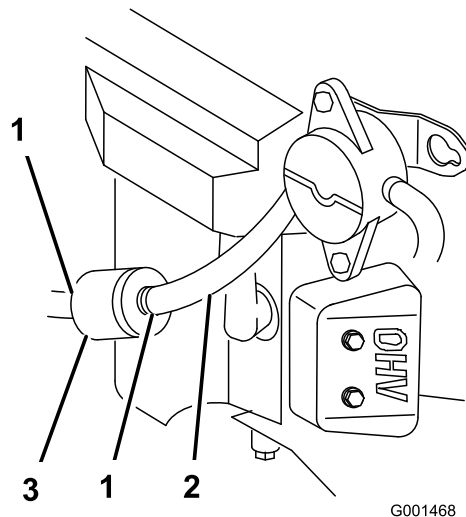

Figura 51
3. Limpie alrededor del tapón del depósito de combustible para evitar que entre suciedad en el depósito (Figura 51).
4. Apriete los extremos de las abrazaderas y deslícelas por el tubo alejándolas del filtro (Figura 51).